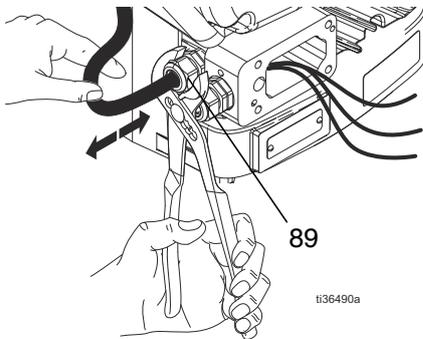

FIG. 13: Rimuovere i cavi della ventola
1. Far passare i fili nella boccola passacavo della ventola (89) collegata al driver (vedere FIG. 13 a pagina 16).
5. Serrare la boccola passacavo della ventola (89) (vedere FIG. 13 a pagina 16).